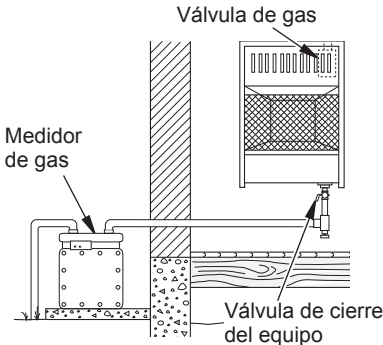

Figura 18 - Suministro de gas natural
3. Revise todas las uniones desde el medidor de gas, tanto para suministro de gas natural o propano, hasta la válvula de cierre del equipo (consulte la figura 18 o 19, página 54). Aplique en todas las uniones algún líquido de detección de fugas que no sea corrosivo. La formación de burbujas indicará una fuga.
5. (consulte la figura 18 o 19). Aplique en todas las uniones algún líquido para detectar fugas que no sea corrosivo. La formación de burbujas indicará una fuga.